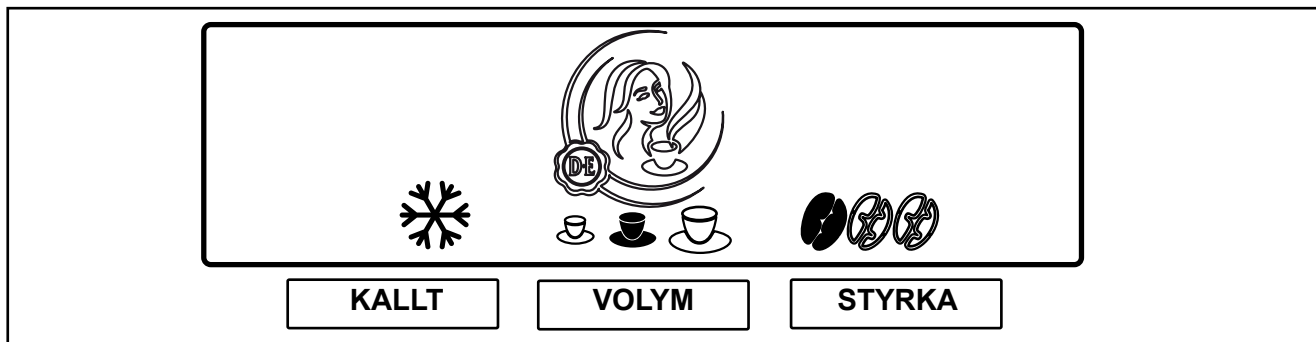

Bild 16
2. Tryck på förvalsknappen „STYRKA“ för att aktivera detta förval. Nu syns tre kaffeböner på displayen (bild 16).